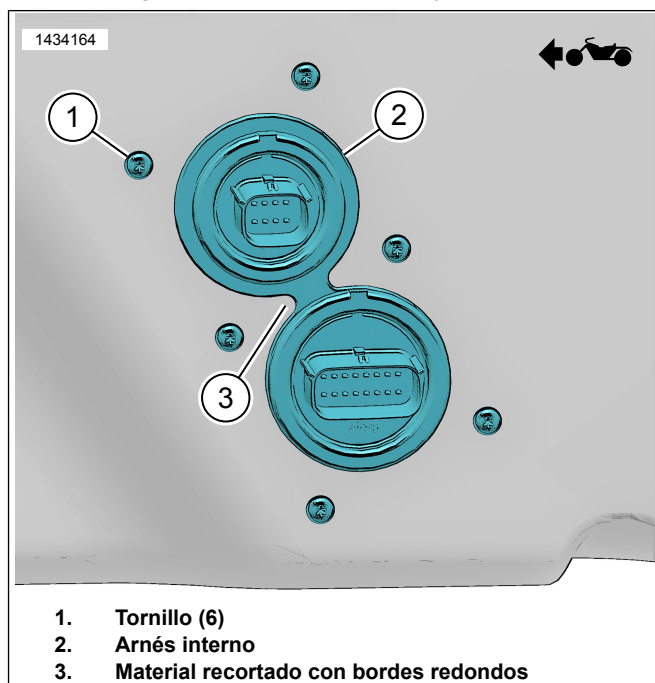

Figura 10. Arnés interior
- d. Figura 10 Recorte material para redondear el borde (3).
11. Figura 10 Instale el arnés de cables (2).